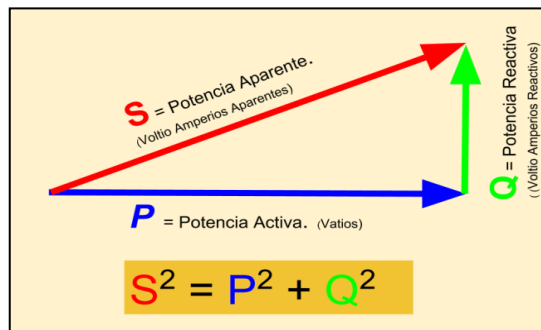

Figura 1. Triángulo de potencias
1. Construya el circuito de la figura 1 en la mesa de trabajo, utilice la fuente variable de voltaje **AC** y los bancos de resistores e inductores, de acuerdo con lo siguiente: